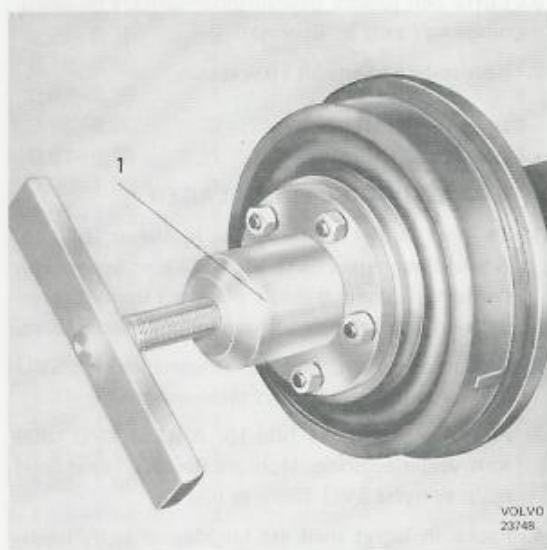

Bild 11. Demontering av hjulnav
1. Ta bort hjulet och dra av hjulnavet, bild 11. Använd avdragare SVO 1791. Byts slaghandtaget i avdragare SVO 1791 ut mot spindel SVO 2763, som säljs separat, kan mutteravdragare användas för demontering av nav. Ta bort bromsskölden efter att ha placerat en träklots under bromspedalen och lossat bromsledningen från skölden.
1. Ta bort hjulet och dra av hjulnavet, bild 11. Använd avdragare SVO 1791. Ta bort bromsskölden efter att en träklots placerats under bromspedalen och bromsledningen lossats från skölden.